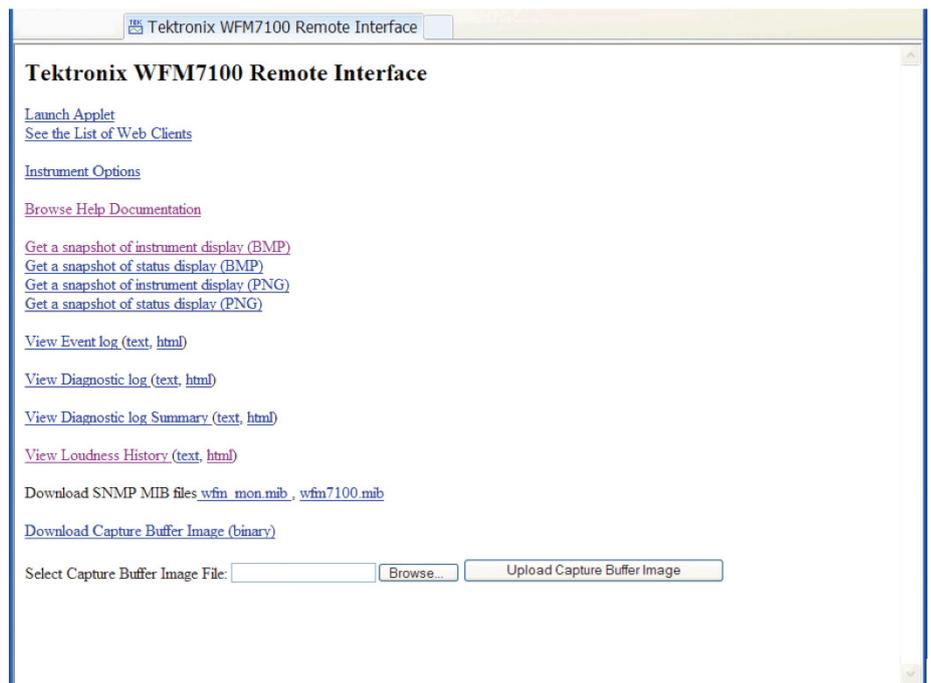

図9 波形モニタ・Remote Interface画面
3. PC上でExplorerなどのWebブラウザ・アプリケーションを立ち上げ、波形モニタのIPアドレスを入力し接続が完了するとRemote Interface画面 (図9) が表示されます。